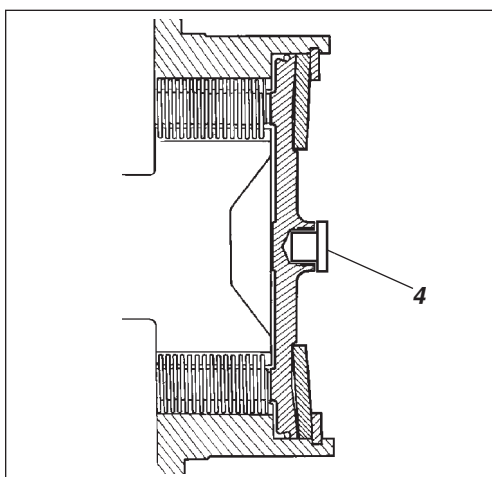

Fig. 34 Bromshus
1. Tag bort centrumpluggen (4) (fig. 34) med hjälp av en skruvmejsel.
2. Skruva bort bromsverktyget (1) från sitt gängade fästhål. Därefter fästes bromsverktyget (1) i centrumhålet genom att skruven (2) drages in tills den når botten i hålet. Nu åtdrages muttern (3) mot bromsverktyget tills man känner att det är stopp, bromsen är nu frilaggd.
4. Efter bogsering skruvas muttern ut igen. Bromsarna återgår då till sitt normala läge. Skruva sedan bort bromsverktyget och återmontera detta i sitt fästhål. Återmontera centrumpluggen (4) för att motverka framtida rostbildning i det gängade hålet.